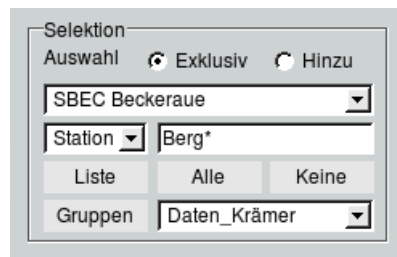

Abbildung 3.9: Funktionen zum Selektieren auf der Hauptoberfläche
1. Die in Abbildung 3.9 dargestellten Elemente haben die folgenden Funktionen:
**Mit** dem Eingabefeld können Sie eine Station oder ein Kartenelement (je nach Vorauswahl in der nebenstehenden Liste) nach einem definierten Suchmuster (auch über die Wild Cards „\*“ und „?“) selektieren. In dem Beispiel aus Abbildung 3.9 werden nach Drücken der Return-Taste Stationen selektiert, die mit „Berg“ anfangen.